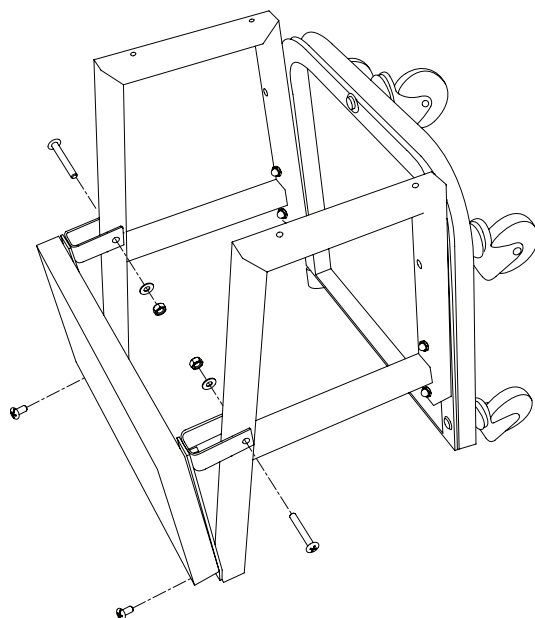

Figure 2 : Installation du galet
2. Fixez le siège du galet sur les bâtis latéraux du galet à l'aide de deux vis Phillips M6 x 40, avec des rondelles, des écrous, et deux vis Phillips M6 x 14, comme dans la figure 2.